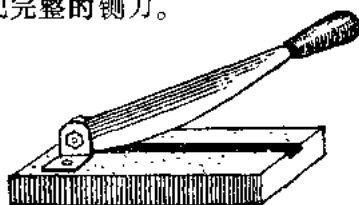

图 5
4. 最后, 把准备好的直角形的两块铁皮, 用钉子钉在长方形木块尾部加以固定, 砂好的废钢锯条作为铡刀放在木板槽中, 尾部用铆钉按图 5 所示把它铆好或者用螺丝和螺帽把它固定即成一把完整的铡刀。